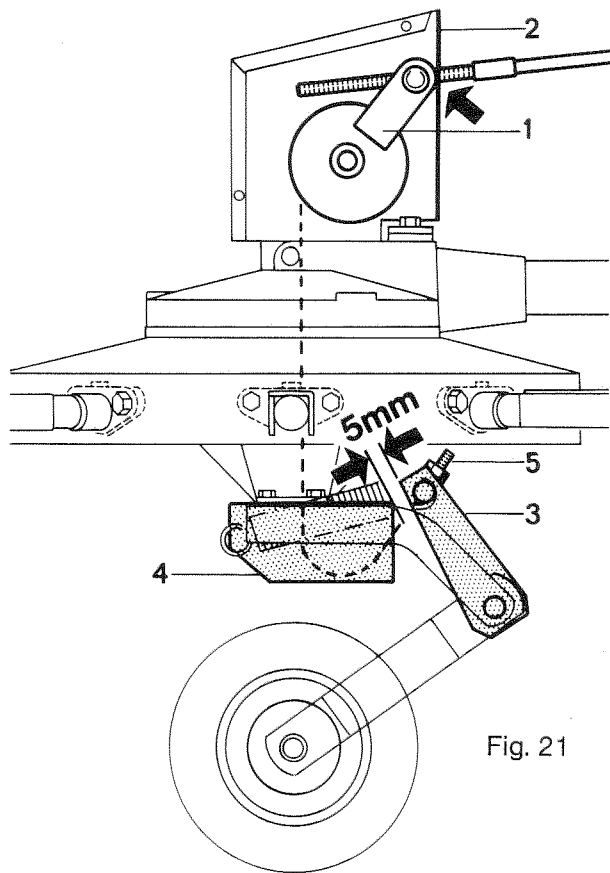

Fig. 21
Beim Auswechseln des Aufzugseiles ist auf die richtige Einstellung zu achten. Lageraugen der Seilrolle 1 (Fig. 21) müssen beim Hochdrehen der Maschine zuerst an der Gehäusevorderwand 2 anstehen, bevor die Schwinge 3 der Laufachse am Träger 4 ansteht.
Nachstellmöglichkeit am Gewindestück 5 (Fig. 21).
Le rouleau de câble 1 (fig.21) doit toucher la paroi de devant du carter 2 en relevant la machine avant que le bras 3 de l'essieu de la roue porteuse touche le support 4.
Il y a la possibilité de rajuster à la pièce fileté 5 (fig. 21).
For the exchange of the cable please care for the right position. When lifting up the machine the cable pulley 1 (fig. 21) must touch the front board 2 before the arm 3 touch the support 4. + The distance in lifted positions should not be less than 5 mm. It can be adjusted with the thread 5 (fig. 21). Because the cable is lengthening some times, the distance should be examined and corrected from time to time.
Efter utbytet av lyftwiren är det viktigt att rätt inställning åter erhålles. Wirerullen med arm skall vid max. höjdläge ligga emot skyddets främre kant innan armen 3 (Fig. 21), + för hjulet, träffar ramstället 4 (Fig. 21). Minsta avståndet, med lyftmaskin, är 5 mm. Efterjustering är möjlig på skruven 5 (Fig. 21). Eftersom wiren under arbete blir längre måste avståndet regelbundet kontrolleras och ev. justeras.
Nel sostituire il cavetto occorre controllare la giusta registrazione. Durante il sollevamento i cuscinetti della caarucola 1 (fig. 21) devono essere vicini alla parete anteriore della scatola 2 prima che il braccio oscillante 3 (fig. 21) vada a toccare il supporto 4 (fig. 21) dell'asse della ruota. + La quota minima a macchina sollevata (foro cuscinetto contro la scatola = 5 mm.)
Possibilità di registrazione mediante il tirante filettato 5 (fig. 21). A causa dell'allungamento del cavetto nel tempo, questa quota va controllata periodicamente. + (WS)